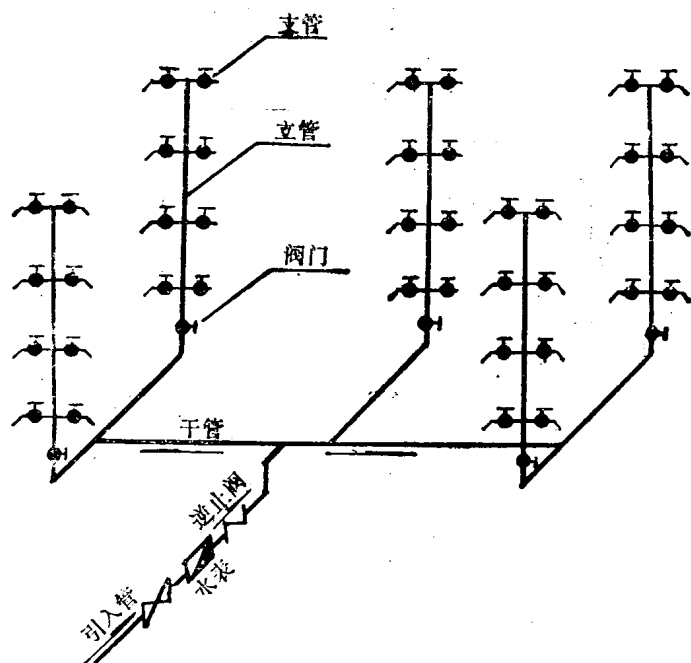

图 2 简单给水系统
1. 简单的给水方式既无水箱又无水泵 室内管网直接在室外给水管网的压力下工作。其常见的给水方式是下行上给的直接给水方式，见图2。水由外部管网输送至引入管，经闸阀、水表、逆止阀到水平管，再进入各立管向上至各层的配水龙头。